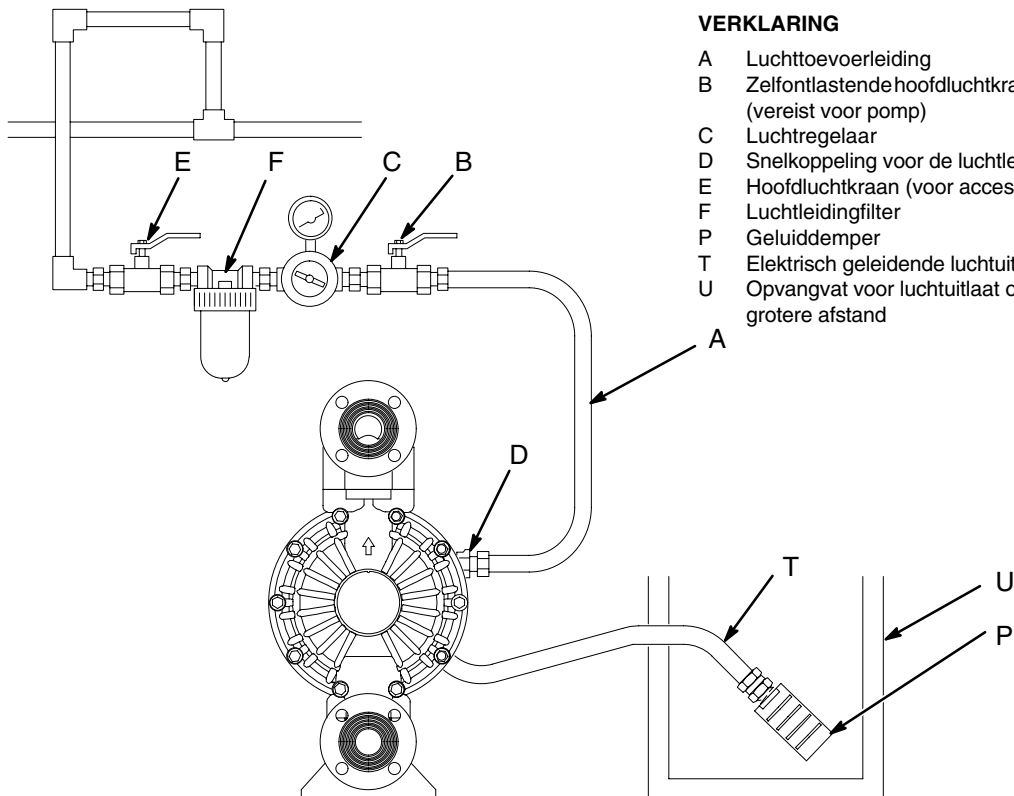

Fig. 6
Als het membraan scheurt, dan wordt de vloeistof met de lucht mee naar buiten gepompt. Plaats een opvangbak aan het uiteinde van de luchtuitlaatleiding om de vloeistof op te vangen, mocht het membraan scheuren. Zie Fig. 6.
1. Haal de geluiddemper (P) van de luchtuitlaatpoort van de pomp.
2. Sluit een gearde luchtuitlaatslang (T) aan en sluit de demper (P) aan op het andere uiteinde van de slang. De minimale grootte van de luchtuitlaatslang is een binnendiameter van 19 mm. Als er een langere slang nodig is dan 4,57 m, gebruik dan een slang met een grotere diameter. Vermijd scherpe bochten of het knikken van de slang. Zie Fig. 6.
3. Plaats een vat (U) aan het eind van de luchtuitlaatleiding, zodat in geval van eventueel scheuren van het membraan het materiaal opgevangen wordt.